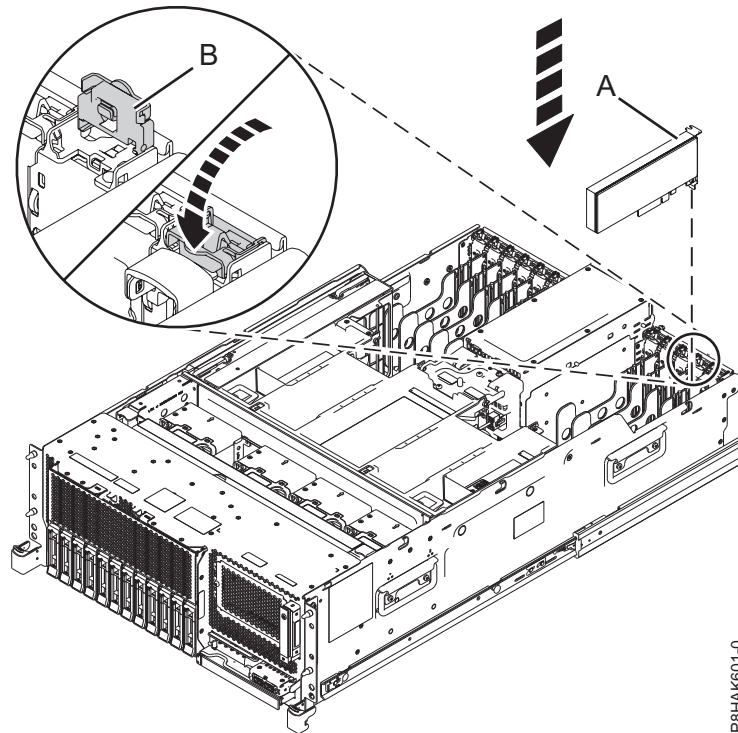
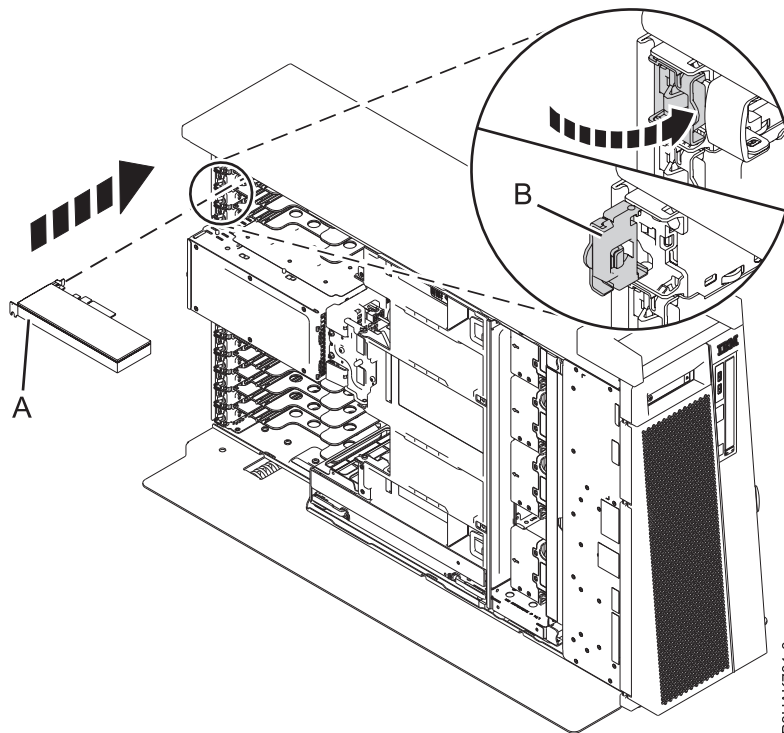

Abbildung 43. PCIe-Adapter in einem Einschubsystem installieren oder austauschen
Abbildung 44. PCIe-Adapter in einem eigenständiges System vom Typ 8286-41A installieren oder austauschen
5. Wenn die Adaptersicherung (B) des Zielsteckplatzes nicht bereits geöffnet ist, ziehen Sie die Adaptersicherung in die geöffnete Position, indem Sie sie von ihrem Clip an der Systemrückseite nach außen drehen - siehe Darstellung in Abb. 43 auf Seite 49 und Abb. 44 auf Seite 49.
7. Fassen Sie den Adapter vorsichtig an der Oberkante oder am Haltesteg an und richten Sie den Adapter an dem Steckplatz und dem zugehörigen Anschluss an der Systemrückwandplatine (**A**) aus, siehe Darstellung in Abb. 43 auf Seite 49 und Abb. 44 auf Seite 49.
10. Drehen Sie zum Verriegeln des Adapters im Steckplatz die Adaptersicherung **(B)** in die abgebildete Richtung in Abb. 43 auf Seite 49 und Abb. 44 auf Seite 49.